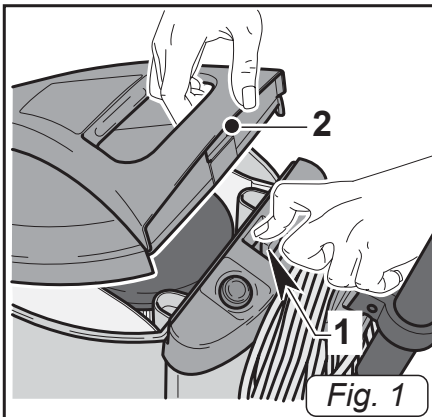

Fig. 1
- Spostare la levetta (1 Fig.1) e rimuovere il coperchio (2 Fig.1).